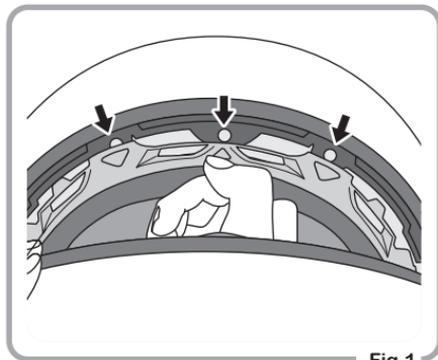

Fig.1
- ① Aprire le cinghie poste nell'area della fronte tirandole verso il basso come mostrato nella Fig. 1
- ① Inserire l'imbottitura come mostrato nella Fig.1.